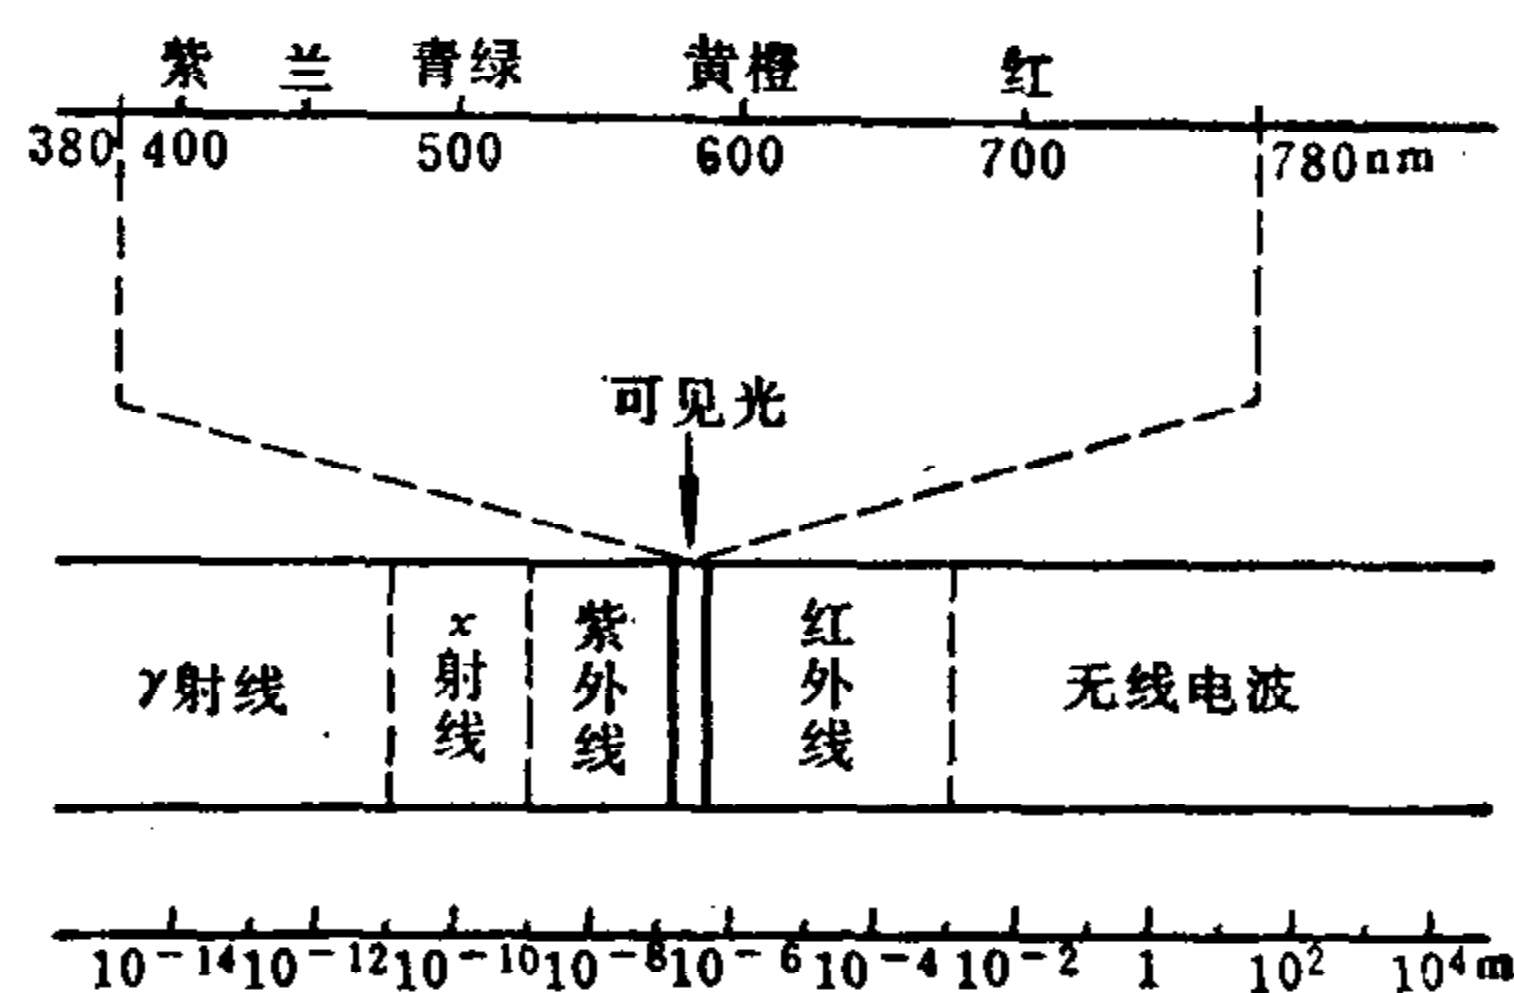

图 39.1-1 电磁波谱
**a. 光** 光是能引起视觉的辐射能，它是一种电磁波。光的波长一般在 380~780 毫微米 (nm,  $1\text{nm}=10^{-9}\text{m}$ ) 范围内，不同波长的光给人的颜色感觉不同。波长长于 780 毫微米的辐射及短于 380 毫微米的辐射均不能引起视觉，前者称为红外辐射，后者称为紫外辐射，见图 39.1-1。